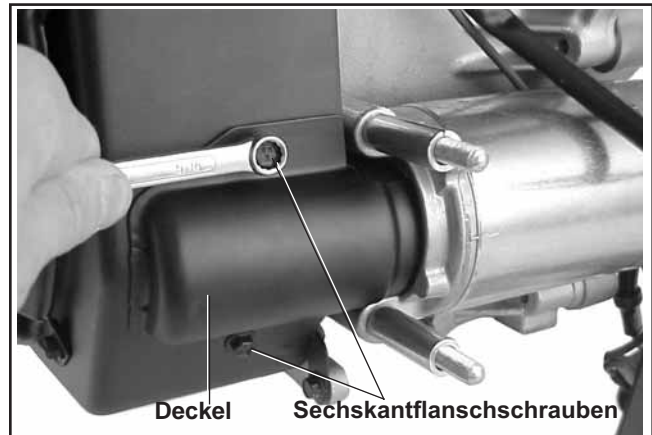

Abbildung 9-16. Anlasser- (Ritzel-)abdeckung demontieren.
- b. Entfernen Sie die Schrauben, mit denen die Anlasser- (Ritzel-)abdeckung am Lüftergehäuse befestigt ist. Siehe Abbildung 9-16.